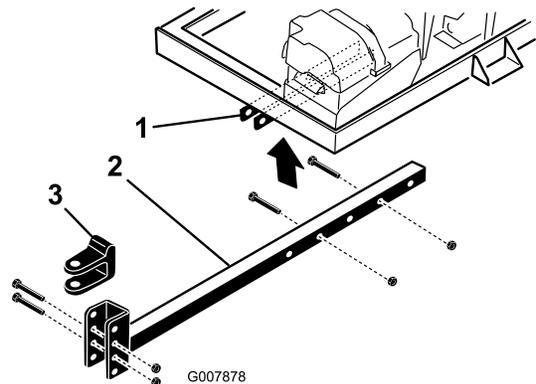

Figura 4
2. Introduza o tubo de engate nos suportes da estrutura (Figura 4).
- Retire os parafusos e as porcas que fixam a forquilha de engate (Figura 4) ao tubo de engate.
- Retire os parafusos e as porcas que fixam o tubo de engate aos suportes da estrutura (Figura 4).